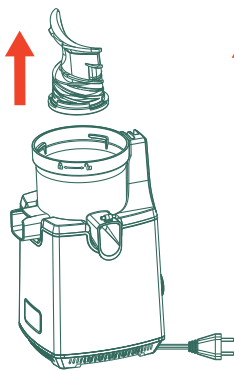
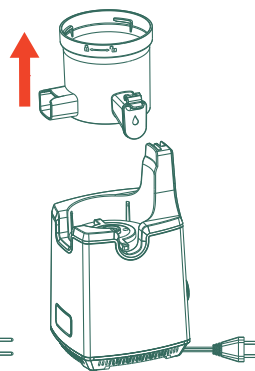

Fig. 12
Fig. 13
3. Rimuovere la coclea di spremitura tirandola verso l'alto. Se è molto difficile, oscillare delicatamente e tirare. (Fig. 12) Rimuovere il contenitore per succo sollevandolo verticalmente verso l'alto. (Fig. 13)